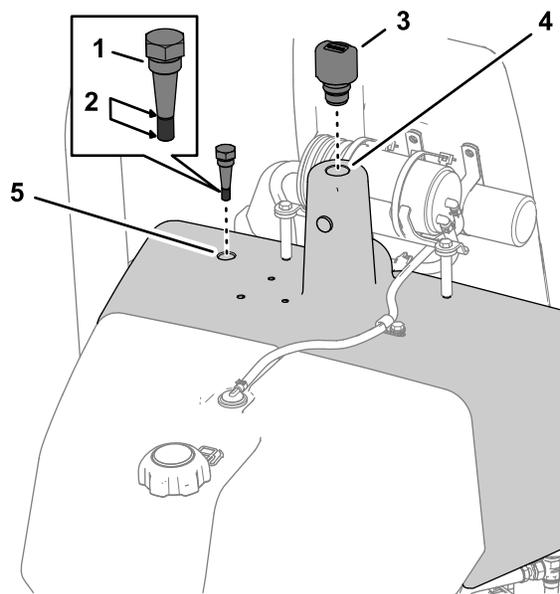

図 50
3. 油圧オイルタンク上部についているディップスティックを外して一度ウェスできれいにふき取り、もう一度タンクに差し込んで抜き取ってオイルの量を調べる 図 50。
4. ディップスティックにオイルが付着しない場合は、油圧オイルタンクの補給口のキャップ 図 50 を取って、所定の油圧オイルをゆっくりとオイルタンクに補給して、オイルレベルをディップスティックの溝の位置まで上げる 油圧作動液の仕様 \(ページ 36\) を参照。
5. 油圧オイルタンクにディップスティックとブリーザを取り付ける 図 50。